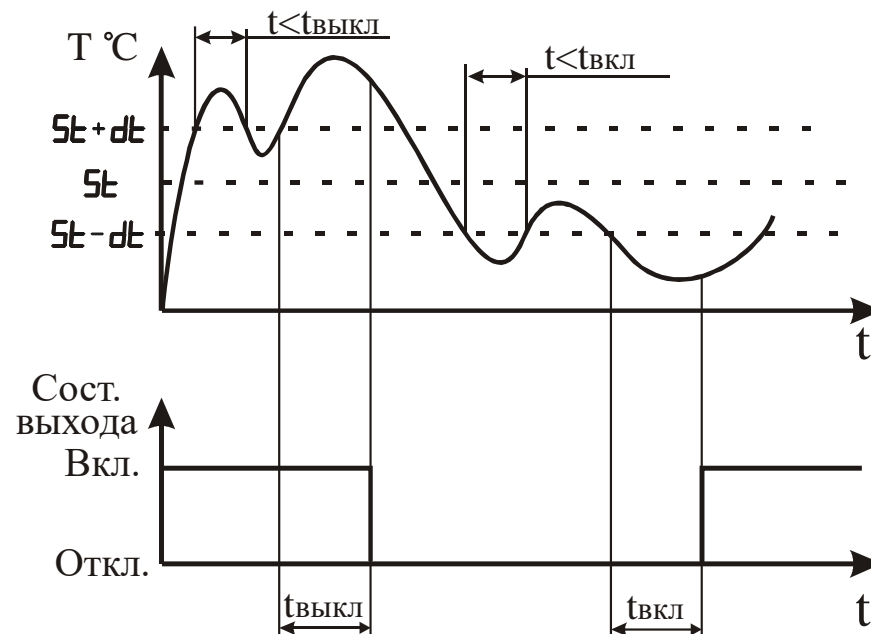

Рисунок 3.19 – Влияние параметров “Задержка включения выходного устройства” и “Задержка выключения выходного устройства” на состояние выходного устройства
3.3.3.13 Параметры “Задержка включения выходного устройства” и “Задержка выключения выходного устройства” предназначены для защиты выходного устройства от частых срабатываний. Прибор включает (выключает) выходное устройство, если условие, вызывающее изменение его состояния, сохраняется, как минимум, в течение времени, установленного в этих параметрах (см. рисунок 3.19).